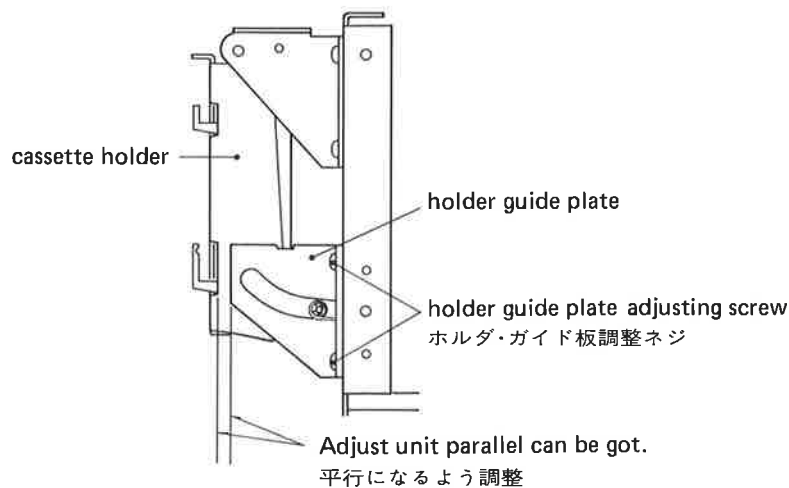

Fig. 4-9
1. Adjust the holder guide plate's mounting position so that when the cassette holder in which the cassette tape is inserted is closed, the parallel condition shown in fig. 4-9 is obtained.
1. カセットがそう入されたカセット・ホルダを閉じて、図 4-9 に示す平行状態が得られるようにホルダ・ガイド板の取付位置を調整する。